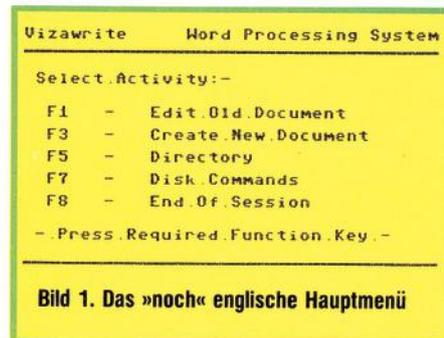

Bild 1. Das »noch« englische Hauptmenü
Diese Fähigkeiten wollen wir nun etwas genauer betrachten. Nach dem Laden (beziehungsweise Einschalten, bei der Modulversion) erscheint das Hauptmenü (Bild 1). Hier hat man die Auswahl zwischen dem Erstellen einer neuen Textdatei, dem Laden einer bestehenden Textdatei oder des Disketteninhalts und dem Senden von DOS-Befehlen (New, Scratch ...). Vom Hauptmenü aus wird auch, nach getaner Arbeit, das Programm verlassen. Zum Anwählen der einzelnen Aktivitäten dienen die Funktionstasten.
10. CBM + q: Arbeit beenden. Mit dieser Funktion wird zum Hauptmenü (Bild 1) zurückgekehrt. Sollte der Text im Speicher mit der zuletzt geladenen Version nicht übereinstimmen, wird der Anwender gewarnt und zum Abspeichern aufgefordert.